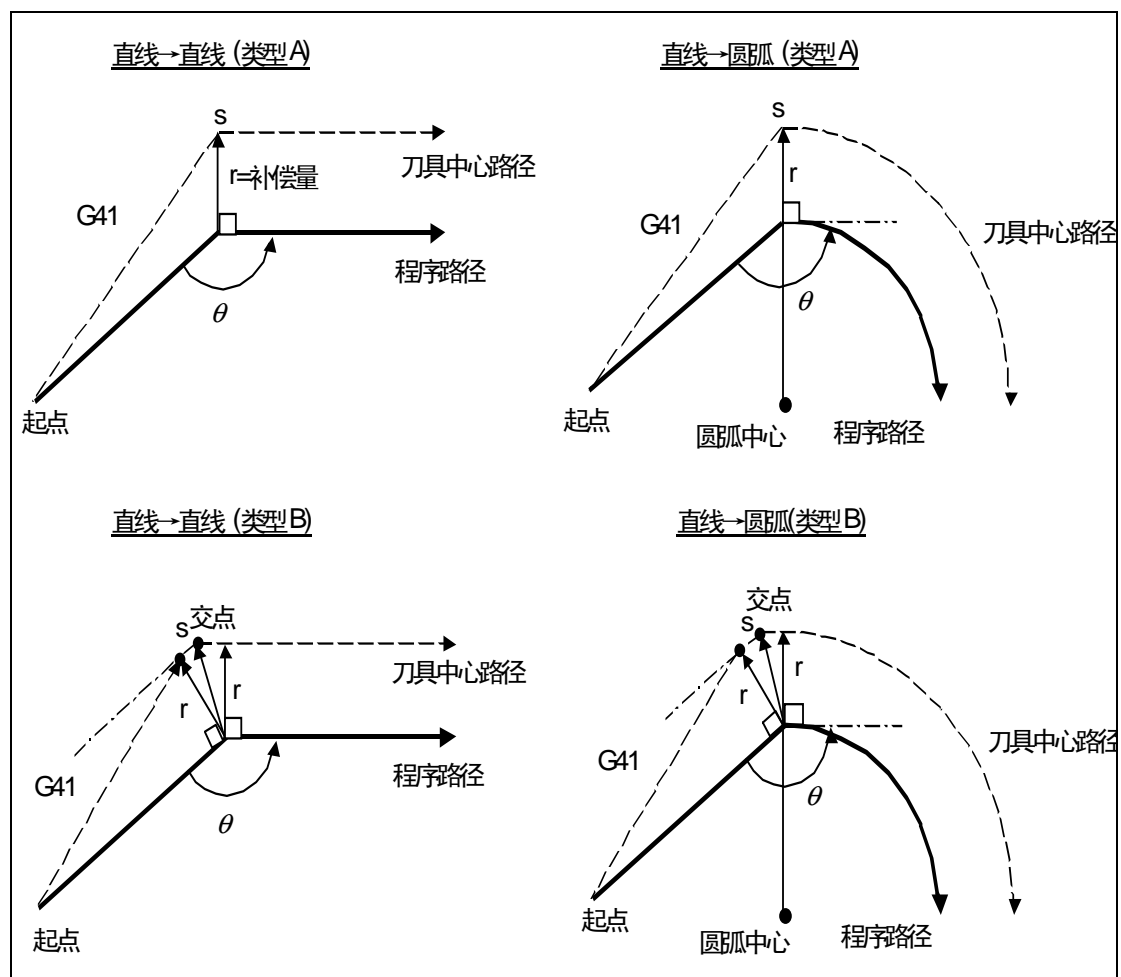
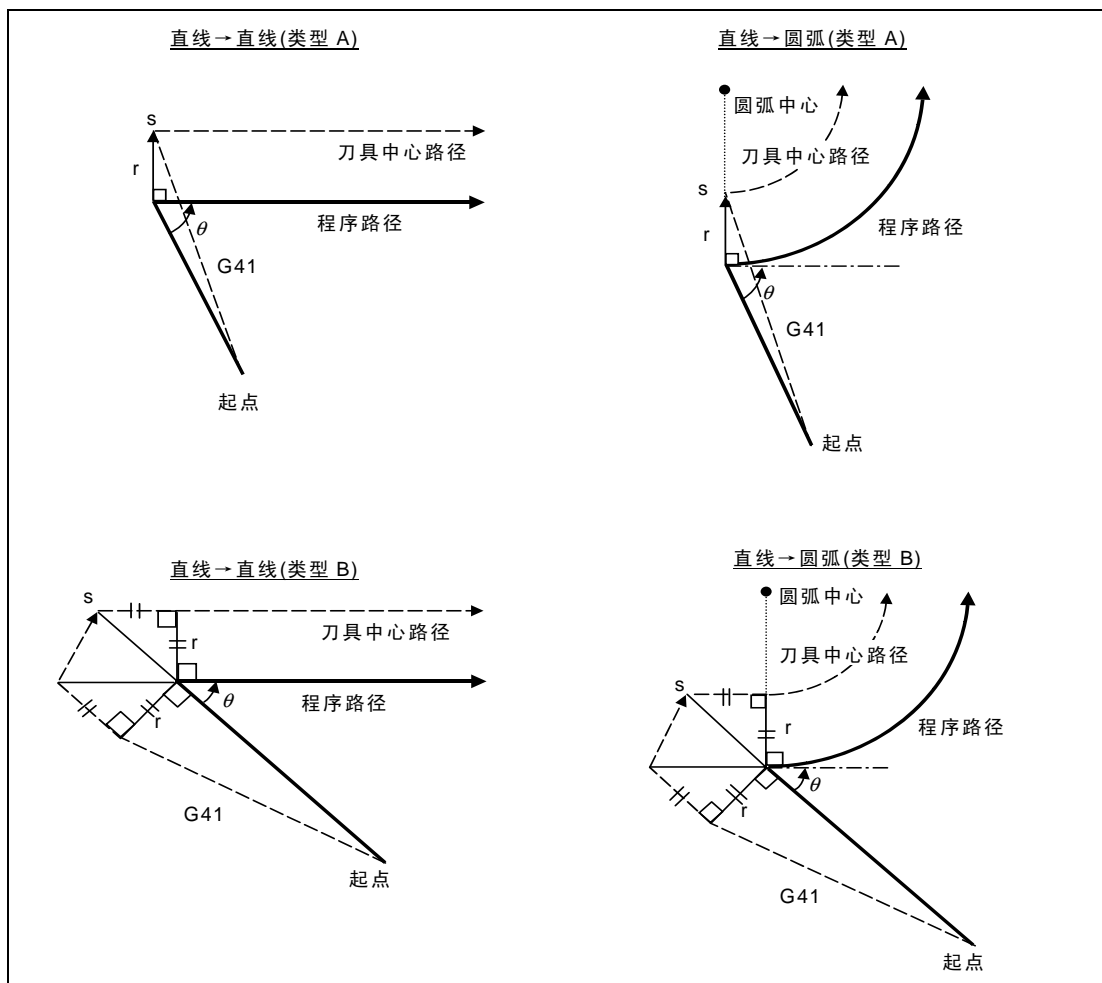

图 12-3
图 12-4
- 6、补偿包含补偿类型 A 和类型 B，两者区别如下（具体规格以机床制造商的说明书为准）图 12-3、图 12-4，因此，在补偿内角时，需要注意避免刀具干涉：